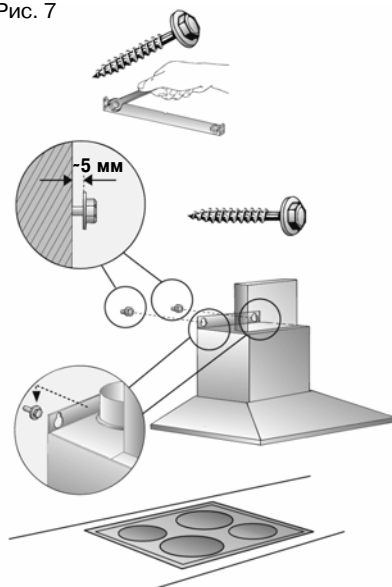

Рис. 8
8. Винтите оба нижних шурупа с шестигранной головкой. Рис. 8.
9. Наклейте защитную пленку на отверстия для двух нижних крепежных винтов в защитной решетке. Рис. 8.